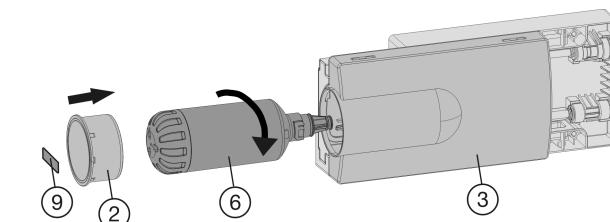

Fig. 40
- ▶ Mettre le couvercle du tiroir Fig. 40 (3) en place.
- ▶ Enlever le film transparent du filtre à eau Fig. 40 (6).
- ▶ Mettre le filtre à eau Fig. 40 (6) en place et le tourner d'env. 100° vers la droite jusqu'à la butée.
- ▶ Poser le couvercle du filtre Fig. 40 (2).